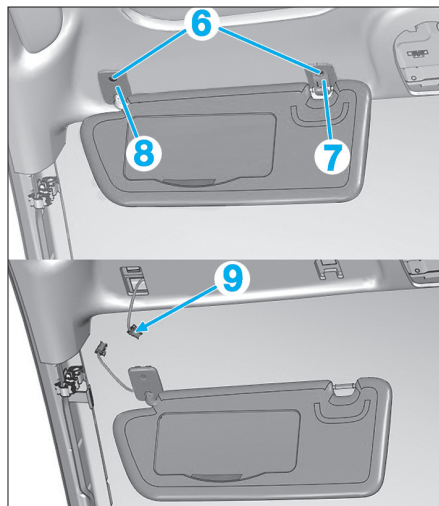

Fig. 68
- De chaque côté, déposer les vis de fixation du pare-soleil (6) (Fig.68).
- Dégager le pare-soleil (6) de la traverse supérieure.
- Déposer les supports de verrouillage (7) et (8).
- Selon équipement, débrancher le connecteur (9).